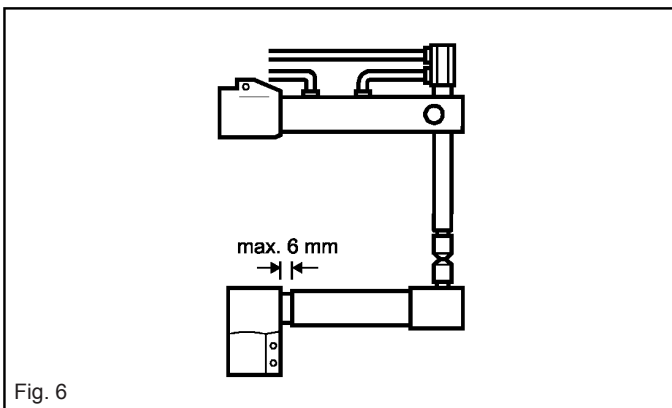

Fig. 6
Con los electrodos A presionando las piezas a soldar, los brazos C deben estar paralelos y las puntas de los electrodos deben coincidir; para regularlos aflojar el bloqueo (B), ajustar el electrodo A y bloquear de nuevo. Si es necesario deslizar los brazos hasta un máximo de 6 mm (Fig. 6).